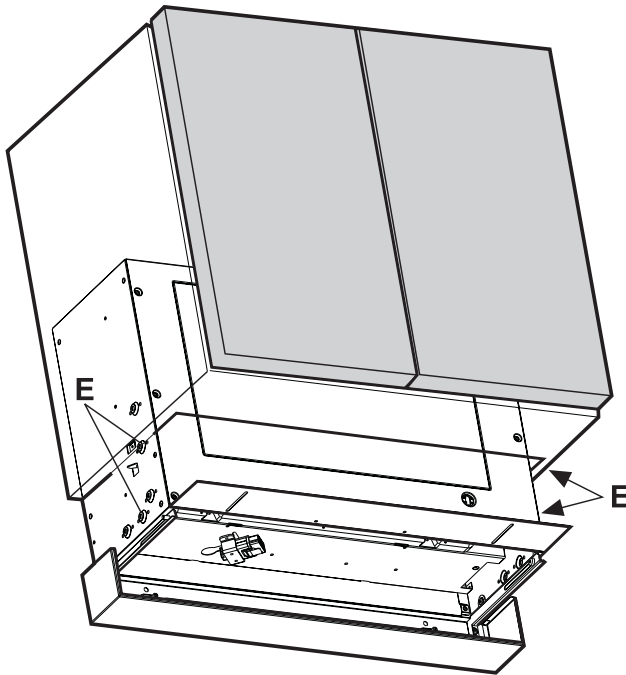
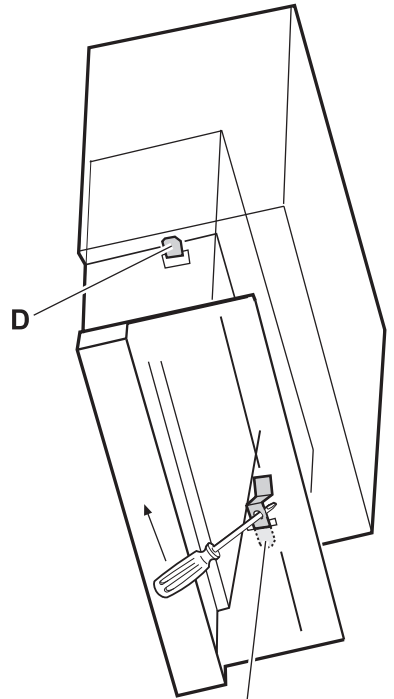
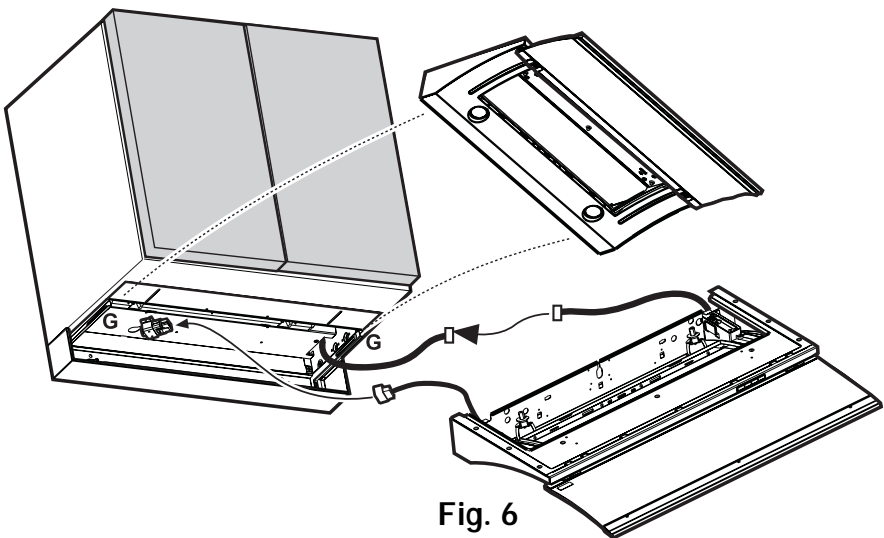

Fig. 4
Fig. 5
Fig. 6
4. Führen Sie den Wandkasten der Dunstabzugshaube in den Hängeschrank ein (Abb. 4); dieser kann vorübergehend auf den seitlichen Federn **D** (Abb. 5) abgestützt werden, die in die Sacklöcher Ø 5 mm gedrückt werden; hierzu die seitlichen Federn unter Zuhilfenahme eines Schraubenziehers zum Inneren des Wandkastens hin drücken.
5. Prüfen Sie, dass die Führungsleisten **G** (Abb. 6) absolut parallel zum unteren Rand des Hängeschanks verlaufen; befestigen Sie dann den Wandkasten der Dunstabzugshaube mit 4 Schrauben (**E** - Abb. 4 - zwei pro Seite) an den Seitenteilen des Hängeschanks. Die Schrauben werden **vom Inneren des Wandkastens der Dunstabzugshaube** am Hängeschrank auf der Höhe der schon praktizierten 4 Sacklöcher Ø 2 eingeführt (siehe Arbeitsschritt 3).
6. Schieben Sie die Blende auf die Führungsleisten **G** der Bügel und stellen Sie die elektrischen Anschlüsse zwischen der Blende und dem Wandkastens her (Abb. 6).